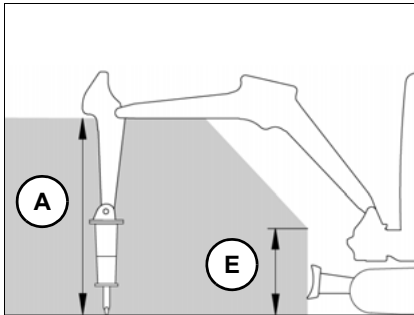

Abb. 126 Arbetsområde med splitterskydd
- ▶ Beakta det begränsade arbetsområdet (se bild 126/127).